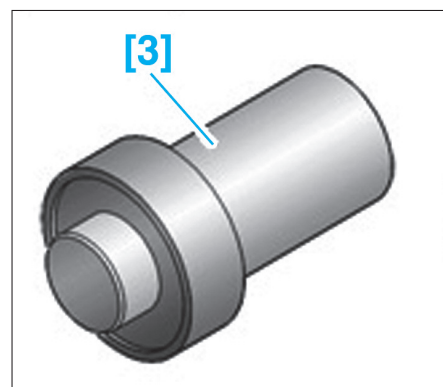

FIG. 5
- [3]. Tampon de remontage des joints de transmission gauche (réf : 7114-T-W) (Fig.5).